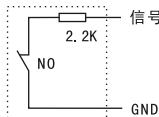
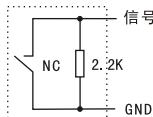

图 1
图 2
②. 在系统含有图片存储功能的前提下，住户可拥有16张（照片、私人短信）的存储和共享16张公共短信。在没有新的短信和照片的情况下，住户长按住“■”键3秒钟以上可查看以前的短信和照片。住户查阅照片和短信顺序为（连续按“■”键）：未阅公共短信→未阅私人照片和短信→已阅照片和短信。
①. 在待机无新短信的状态下，按一次“■”键，分机显示屏打开，显示楼栋主机处的影像；按第二次“■”键可关闭监视功能。
②. 显示屏也可在被打开的30秒后自动关闭。
①、分机报警探头连接：
a. 在分机的背后有八组报警方式选择插针座，从上至下依次是：烟感、瓦斯、红外、门磁及四组自定义分区。这些插针座在安装时应根据连接情况作出适当的选择：不连接报警探头的插针应插上短路块，否则会一直报警；连接报警探头的插针应拔下短路块，否则不能正常处理警情。在报警探头中有些是开路报警NO式（无报警时控制触点常闭，报警时控制触点断开），有些是短路报警NC式（无报警时控制触点常开，报警时控制触点接通），当探头报警方式为NO式时，应在探头触点间串接一2.2K电阻（如图1）；当探头报警方式为NC时，应在探头触点间并接一2.2K电阻（如图2）。连接电阻时应将电阻连在靠近探头触点端，这样可使分机探头在遭到强行拆卸时能正常发出警报声。每组探头端口可接多个相同的探头监测多个地点，方法是：NO式探头报警触点串联连接（如图3）；NC式探头报警触点并联连接（如图4）。